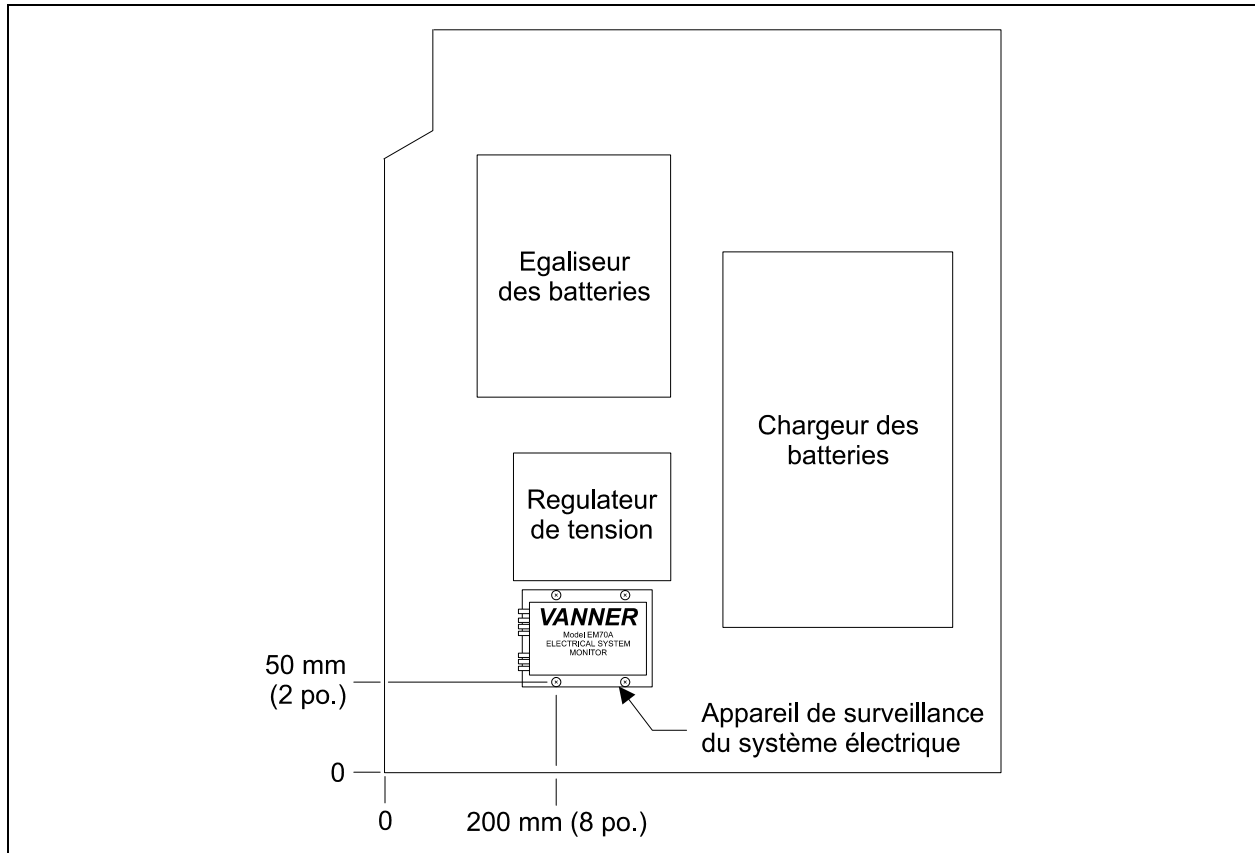

FIGURE 2 : MUR DE DROITE DU COMPARTIMENT PRINCIPAL D'ALIMENTATION
4. Placer l'appareil sous l'égalisateur des batteries et sous le régulateur de tension Delco (si installé), à l'emplacement montré à la figure 2. Se servir de l'appareil comme gabarit pour percer des trous de vis de 1/8 pouces de diamètre;